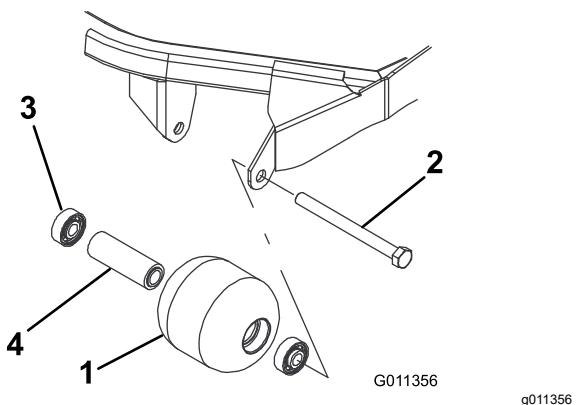

Figura 120
- Retire el perno de montaje del rodillo (Figura 120).
- Inspeccione el alojamiento del rodillo, los cojinetes, y el espaciador del cojinete (Figura 120) Sustituya cualquier componente dañado y móntelos.
- Introduzca a presión el primer cojinete en el alojamiento del rodillo (Figura 120). Haga presión solamente sobre el anillo de rodadura exterior, o de forma igual sobre el anillo exterior y el interior.
- Introduzca el espaciador (Figura 120).
- Introduzca a presión el segundo cojinete en el alojamiento del rodillo (Figura 120). Presione de manera uniforme sobre el anillo de rodadura interior y el exterior hasta que el anillo de rodadura interior entre en contacto con el espaciador.